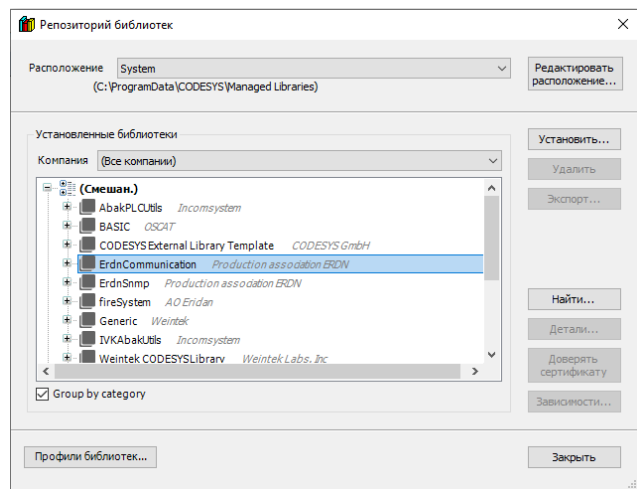

Рисунок 2.5 – Подтверждение установки библиотеки в репозиторий библиотек
4.5. Библиотека «ErdnFireSystem.compiled-library» будет отображена во вкладке «(Смешан.)», репозитория библиотек (рисунок 2.5).